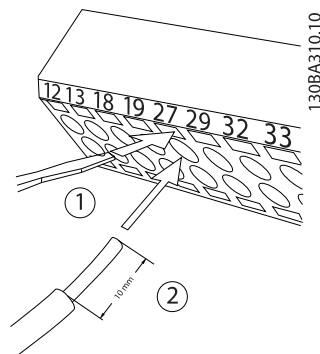

Abbildung 2.31 Anschluss der Steuerleitungen
1. Öffnen Sie den Kontakt, indem Sie einen kleinen Schraubendreher in die rechteckige Öffnung über bzw. unter dem entsprechenden Kontakt einführen und damit die Klemmfeder öffnen (siehe *Abbildung 2.31*)